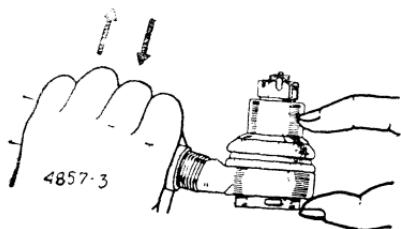

Рис. 39. Проверка люфта
2. Люфт, обусловленный износом сферических поверхностей шарового пальца и корпуса шарнира. Этот вид люфта можно выявить при энергичном покачивании рулевой тяги вдоль оси шарового пальца (с усилием около 20 кгс), приложив пальцы к шарниру и бобышке тяги, как показано на рис. 39.